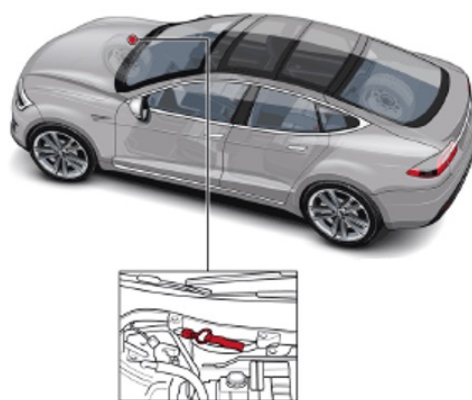

Figura 3. Conector de servicio.
6) Desconectar primero el cable de masa de la batería, luego **desconectar el conector de servicio** figura 3 y esperar 2 minutos.